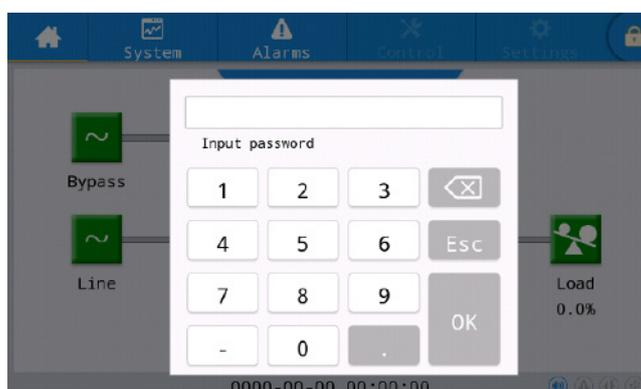

FIGURA 5.3. VENTANA DE DESBLOQUEO POR CONTRASEÑA
Paso 4: En la pantalla principal de inicio, el icono de "Control" se mostrará en gris (deshabilitado). Para activar las opciones deshabilitadas (en gris) haga clic en el icono del CANDADO, mostrado en la esquina superior derecha de la pantalla principal del UPS (se mostrará cerrado). Se solicitará la contraseña de desbloqueo; ingrese "123456", como se muestra en la Figura. 5.3.